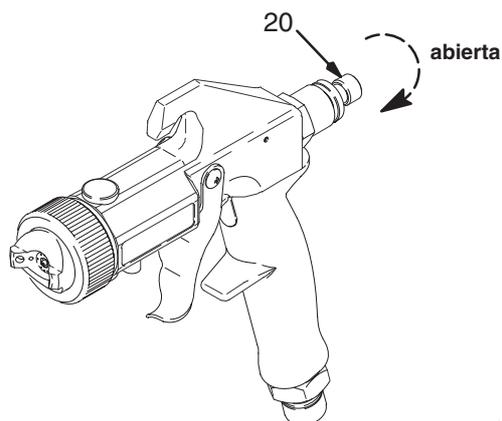

Fig. 6 05292
1. Gire la perilla de ajuste del fluido (20) en sentido contrario a las agujas del reloj hasta que no se experimenten restricciones en el movimiento del gatillo. Vea la Fig. 6.